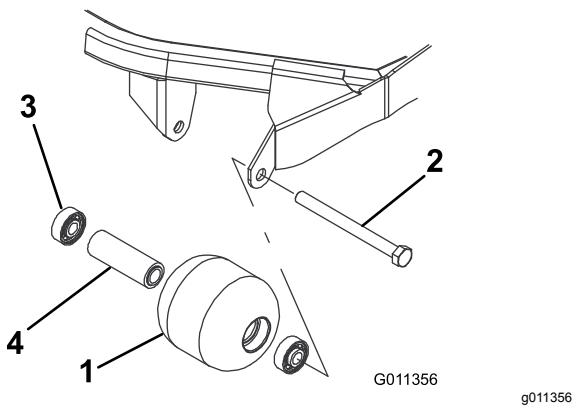

Figura 99
1. Rimovete il bullone di montaggio del rullo (Figura 99).
4. Verificate la presenza di eventuali danni sull'alloggiamento, sui cuscinetti e sul distanziale del cuscinetto del rullo (Figura 99).
1. Montate il primo cuscinetto premendolo nell'alloggiamento all'interno del rullo (Figura 99). Premete soltanto sulla pista esterna o, in misura uguale, sulla pista interna ed esterna.
2. Inserite il distanziale (Figura 99).
3. Spingete il secondo cuscinetto nell'alloggiamento all'interno del rullo (Figura 99) premendo in misura uguale sulla pista interna ed esterna, fino a quando la prima pista non tocca il distanziale.